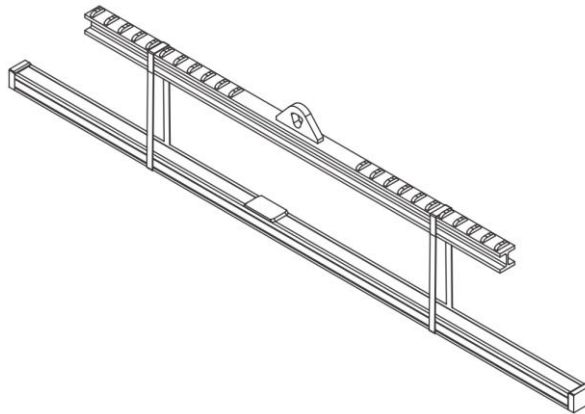

図4.2.1 吊り上げと輸送 - ここではリニアモーターシステムの場合
- ◆ 輸送装置を使用してリニアモーターシステムを持ち上げます！（図 4.2.1）
- ◆ リニア軸を輸送するには、A と B で指定されたポイントで持ち上げます（図 4.2.1）。